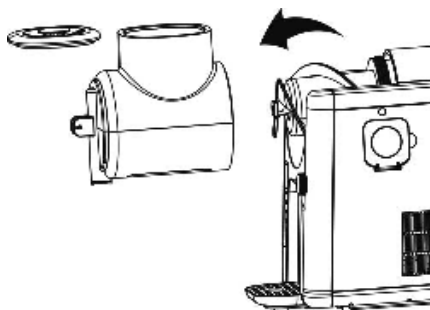

Fig. 7
6. Det medfølgende værktøj kan bruges til at fjerne stemplet i udløbet og tage det ud til rengøring (fig. 7).